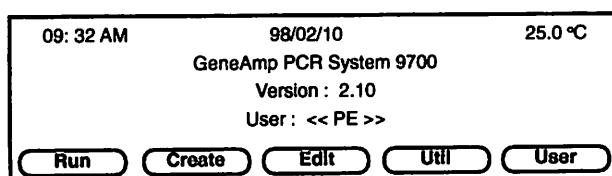
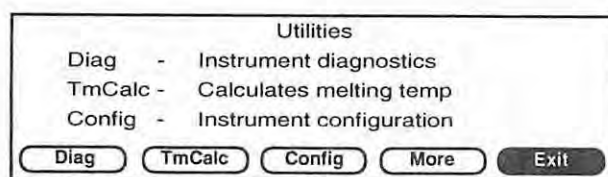

Fig.1-2 メインメニュー
Fig.1-3 ユーティリティースクリーン
4. 数秒後にメインメニュー(Fig.1-2)が表示されます。この画面より各種操作を開始します。またこの画面を以下に “メインメニュー” と呼びます
1. メインメニュー (Fig.1-2) から **F4**-Util を押してください。ユーティリティースクリーンが表示されます (Fig.1-3)。
F5-Cancel を押すと、ユーティリティースクリーン (Fig.1-3) に戻ります。